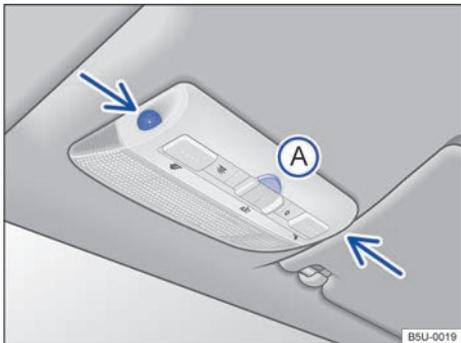

Fig. 26 En la consola del techo: sensores de vigilancia del habitáculo y tecla (A) para desconectar la vigilancia del habitáculo.
La vigilancia del habitáculo dispara la alarma con el vehículo bloqueado, si reconoce movimientos en el interior del vehículo. El sensor y el receptor están ubicados en el conjunto de la luz de lectura → fig. 26 (flechas).
- Presionar la tecla → fig. 26 (A). En el panel de instrumentos la luz de control 🔴 se enciende.